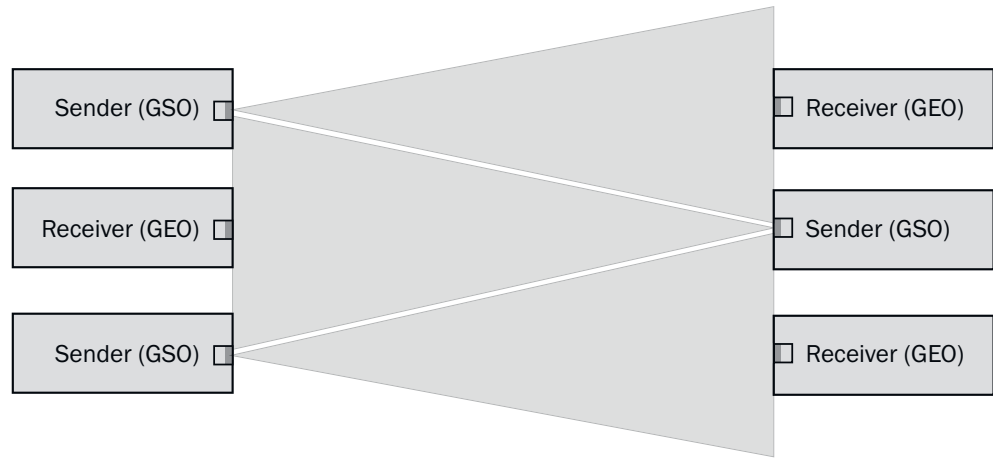

Figura 2: Arranjo de múltiplas barreiras de luz unidirecional
Ao montar várias barreiras de luz unidirecionais uma ao lado da outra, troque a disposição do emissor (GSO6S) e do receptor (GEO6S) para cada segundo par. Também mantenha uma distância suficientemente grande entre os pares com base no diâmetro do ponto de luz do emissor (GSO6S). Consulte figura 2 e item 10.3.
Ao montar várias barreiras de luz unidirecionais próximas umas das outras, recomendamos trocar a disposição do emissor (GS0) e receptor (GE0) para cada segundo par e garantir que haja uma distância suficiente entre as barreiras de luz unidirecionais com base em o diâmetro do ponto de luz do emissor (GS0). Isso evitará que qualquer interferência mútua surja consulte [figura 2].